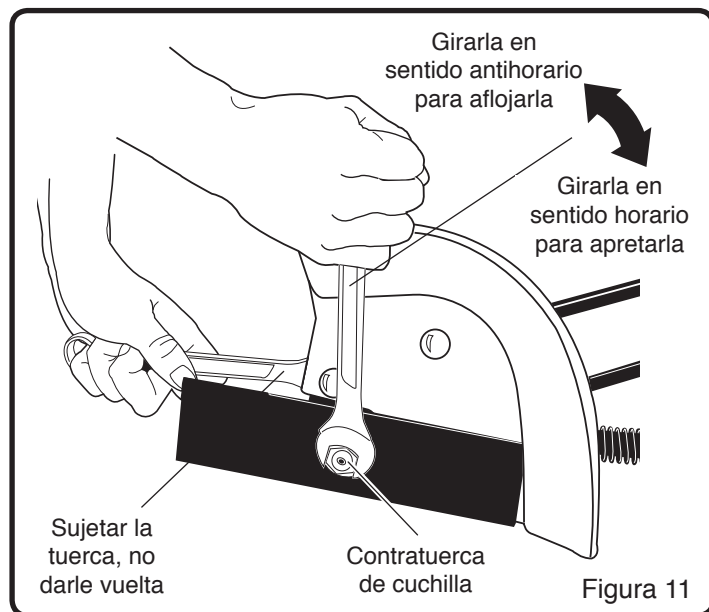

Figura 11
3. Retirar la contratuerca de la cuchilla que sujeta la cuchilla al eje de impulsión. (Véase la Figura 11)
Para retirar o apretar la contratuerca de la cuchilla, siempre utilizar el método mostrado en la Figura 11. Siempre colocar la llave de sujeción sobre la tuerca detrás de la cuchilla.